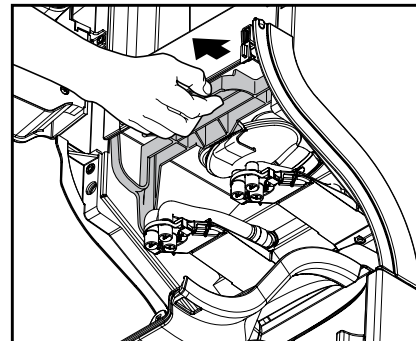

Fig. 27
- c. Puxe o bloqueio para soltar toda a aplicação de mistura. (Fig. 27)